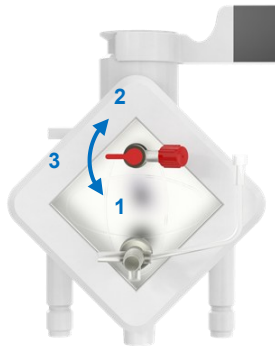

Figura 22 Valvola di deaerazione dell'ossigenatore
- Ruotare la valvola rossa dell'ossigenatore fino alla posizione pre-filtro (Figura 22, posizione 1; pre-filtro arterioso).
- Ruotare la valvola rossa dell'ossigenatore fino alla posizione post-filtro, (Figura 22, posizione 2; post-filtro arterioso).
- Ruotare la valvola rossa dell'ossigenatore fino alla posizione pre-filtro, (Figura 22, posizione 1; pre-filtro arterioso).